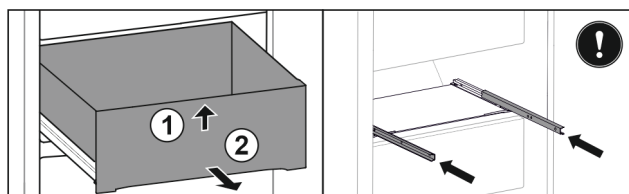

Fig. 37
- ▶ Nadvihnite zásuvku dopredu Fig. 37 (1).
- ▶ Odoberte ju dopredu Fig. 37 (2).